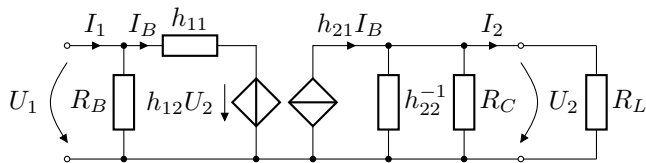

Abbildung 4: Ersatzschaltung des Transistors in Emitterschaltung
Mittels der h-Parameter lässt sich die in Abbildung 4 angegebene Ersatzschaltung angeben.34
- Leiten Sie ausgehend vom Ersatzschaltbild Abbildung 4 die Beziehungen (6) und (7) für die Strom- bzw. Spannungsverstärkung sowie die Beziehungen (8) und (9) für den Ein- bzw. Ausgangswiderstand her.